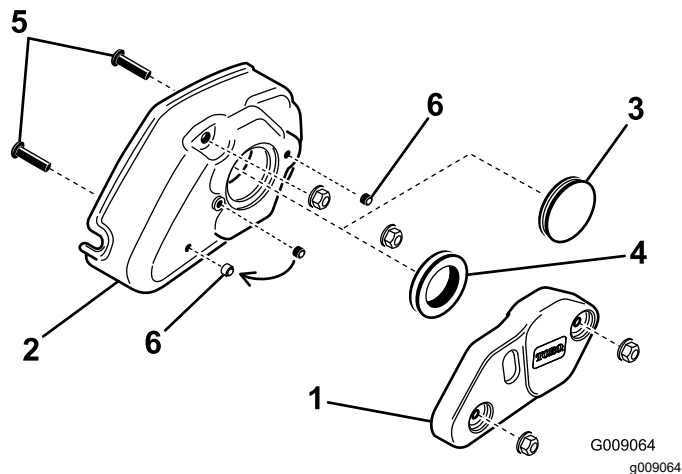

Figura 21
2. Retire las 2 tuercas con arandela prensada (5/16") que sujetan el contrapeso del groomer a la cubierta del groomer, y retire el contrapeso (Figura 21).
3. Retire el disco de goma de la cubierta y sustitúyalo con el anillo de goma (Figura 21).
4. Retire los 2 tornillos (5/16 x 1¼") enroscados en la cubierta (Figura 21).
5. Retire el tornillo de fijación del taladro central de la cubierta del groomer (Figura 21).